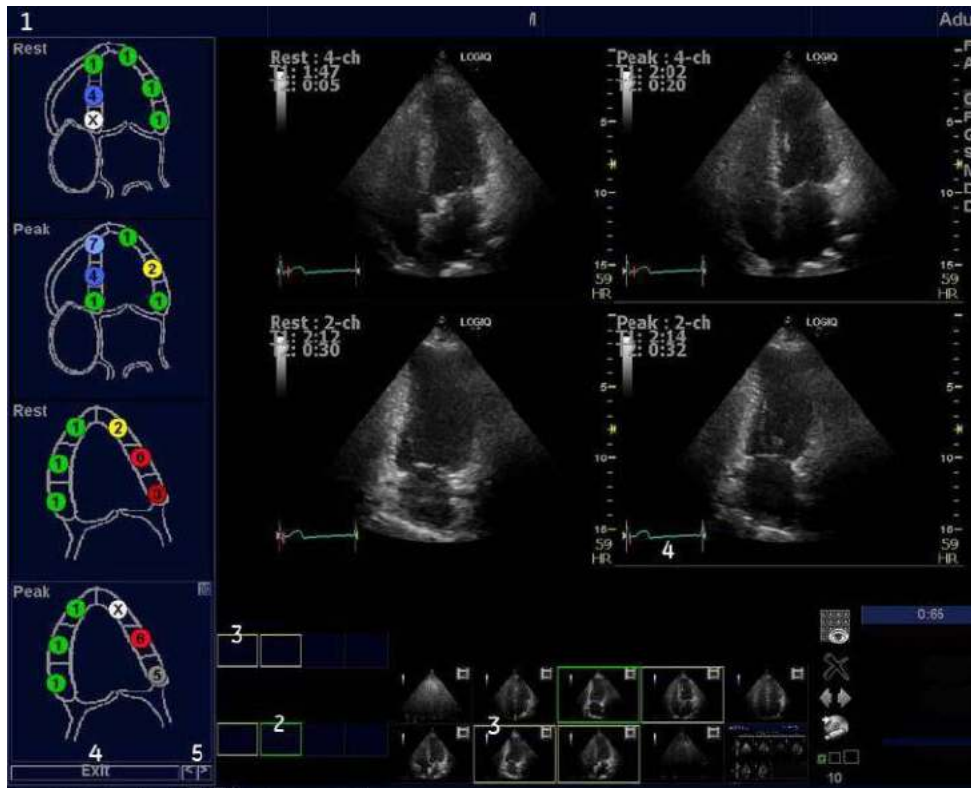

Figura 12-100. Ecranul de analiză
3. Pentru a avansa la alte grupuri, utilizați **trackball-ul** pentru a deplasa cursorul la săgețile din partea de jos a ferestrei Wall Segment (Segment de perete). Selectați o săgeată pentru a avansa la alt grup. Pentru clarificări suplimentare, consultați explicațiile E în Figura 12-100.